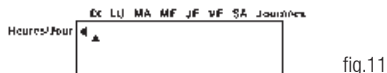

fig.11
- Maintenant, sur la partie haute de l'écran apparaîtra un petit triangle qui indique le jour qui indique le jour (fig. 11).
- Maintenant, sur la partie haute de l'écran apparaîtra un petit triangle qui indique le jour (fig. 11).